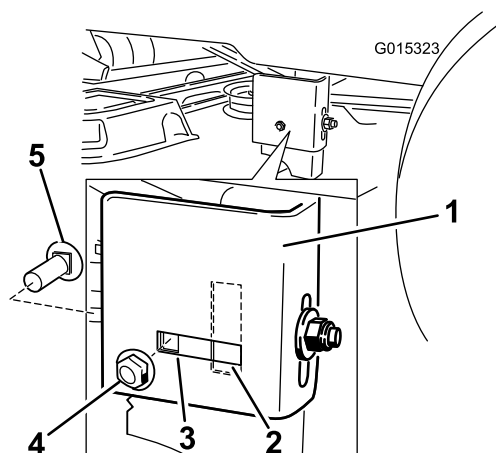

Figura 49
7. Vaya al lado izquierdo de la máquina. Compruebe si el perno de cuello cuadrado lateral está en la posición fija o ranurada (Figura 49).
8. Si el perno de cuello cuadrado lateral está en la posición fija, retire el perno de cuello cuadrado lateral y la tuerca de bloqueo lateral de la posición fija, e instálelos en la posición de ajuste ranurada (Figura 49).